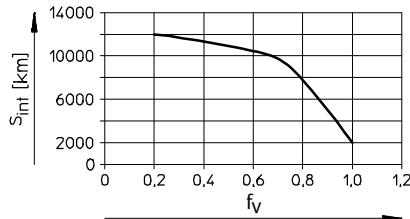

Fig. 8
- Wenn **einer** dieser Faktoren vorliegt, Schmierintervall S_{int} (→ Fig. 8) halbieren.
- Belastungsvergleichsfaktor f_V mit Hilfe der Formel für kombinierte Belastungen berechnen (→ 11 Technische Daten) und Schmierintervall S_{int} ablesen (→ Fig. 8).